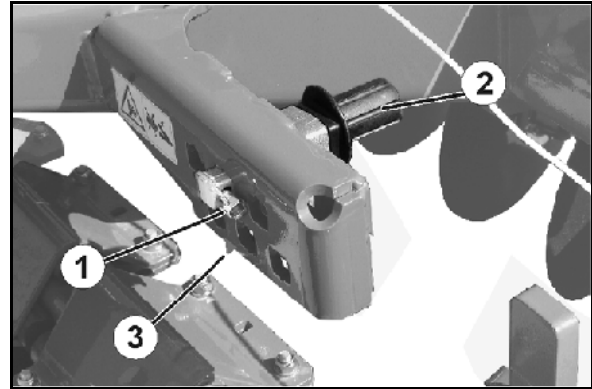

Fig. 38
For dette finnes det seks innstillingsposisjoner (Fig. 38).
3. Løsne splint (Fig. 38/1).
4. Sett eksenterbolt (Fig. 38/2) i ønsket innstillingsposisjon.
En standard innstillingsposisjon er markert med en pil (Fig. 38/3).